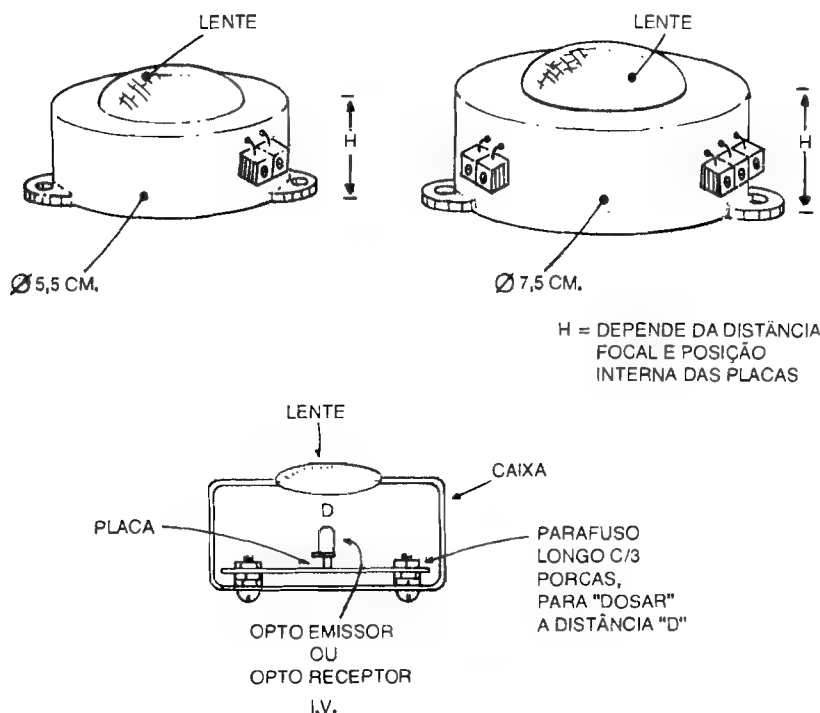

Fig.10
- FIG. 10 - ACOMODANDO OS CONJUNTOS NAS CAIXAS... - A figura mostra uma série de detalhes importantes quanto ao acabamento final dos dois MÓDULOS... Observar as posições recomendadas para os terminais externos de ligação da alimentação (em ambos os MÓDULOS) e para os contatos operacionais (no MÓDULO RECEPTOR). Lembrar de identificar e marcar tais terminais para não ocorrerem confusões ou trocas quando da instalação definitiva... Notar as posições centralizadas das lentes nos painéis principais das caixas e, finalmente, observar como a já determinada DISTÂNCIA FOCAL dos conjuntos pode ser facilmente obtida, simplesmente fixando-se as placas na conveniente "altura", através de conjuntos formados por um parafuso e três porcas (o parafuso, suficientemente longo...). Com tal arranjo mecânico, fica fácil "elevar-se" ou "abaixar-se" a placa, com relação à lente, de modo a fixar o conjunto com a distância D na conveniente medida, para perfeita eficiência ótica...